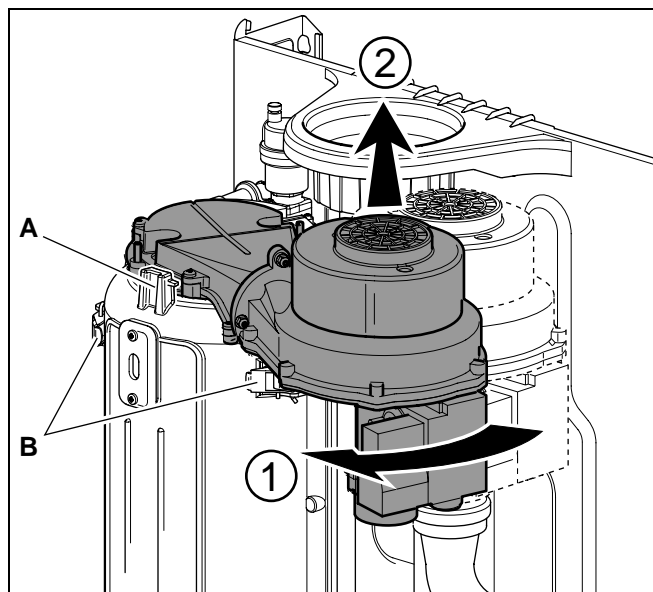

Рис. 39 Отсоединение газового/воздушного блока и горелки
Газовый/воздушный блок можно теперь демонтировать, поворачивая его на четверть оборота вперед (штыковое соединение) (рис. 39, **поз. А**) и после этого поднимая вверх из переменного блока.
- Проверить контакт между воздушудвкой и горелкой на газонепроницаемость (рис. 39, **поз. А**).